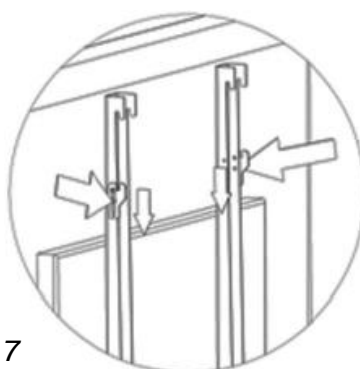

fig. 7
30. Desserrez les supports inférieurs des poutres verticales (fig. 7)